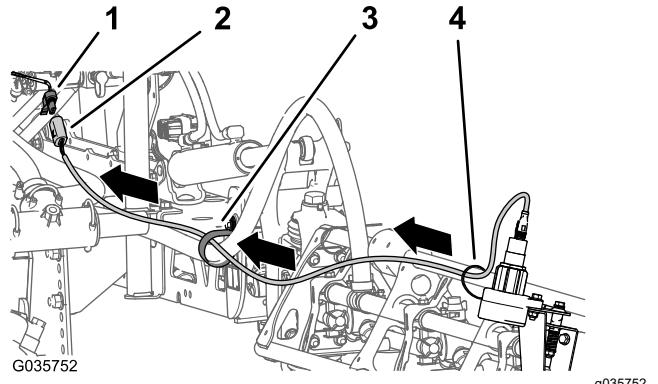

Bild 23
Stützklemme und den 4-Buchsen-Stecker des Kabelbaums vom Finishingkit für den Ultra Sonic Boom nach vorne zum Hubzylinderverteiler (Bild 23).
3. Schließen Sie die 4-Stift-Stecker für den linken und rechten Kabelbaum des Sensors am 4-Buchsen-Stecker des Kabelbaums für das Finishingkit für den Ultra Sonic Boom (Bild 23), die mit LEFT SONIC SENSOR und RIGHT SONIC SENSOR beschriftet sind.
- Befestigen Sie das Kabel, das vom Sensor zum Ausleger verläuft, mit Kabelbinden (Bild 23).